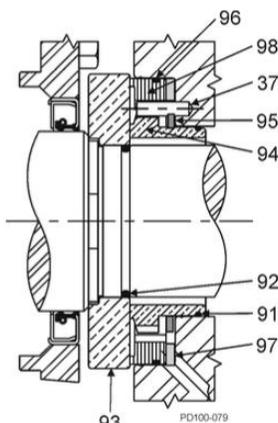

Abbildung 69 - Doppelt wirkende Gleitringdichtung
7. Wenn eine doppelt wirkende Gleitringdichtung verwendet wird, montieren Sie die äußere Wellenfeder (Abbildung 69, Pos. 97) im Gehäuse und dem äußeren O-Ring (Pos. 96) in der Nut der äußeren Dichtung (Pos. 98). Positionieren Sie die äußere Dichtung im Pumpengehäuse um der inneren Dichtung herum, indem Sie die Kerben in der äußeren Dichtung mit den Anschlagstiften im Gehäuse ausrichten.